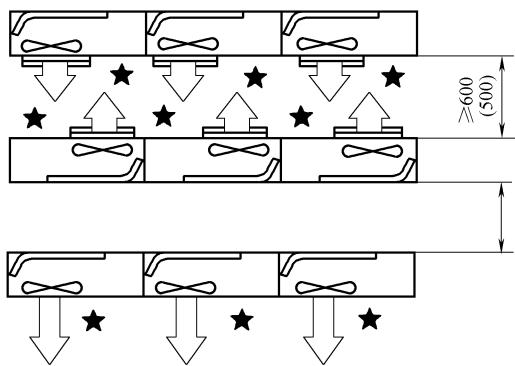

图 3-27 左右连续对向设置方式
3) 左右连续对向设置，应在室外机之间设置 10mm 以上的间隙（★标记表示维修面板一侧），如图 3-27 所示。